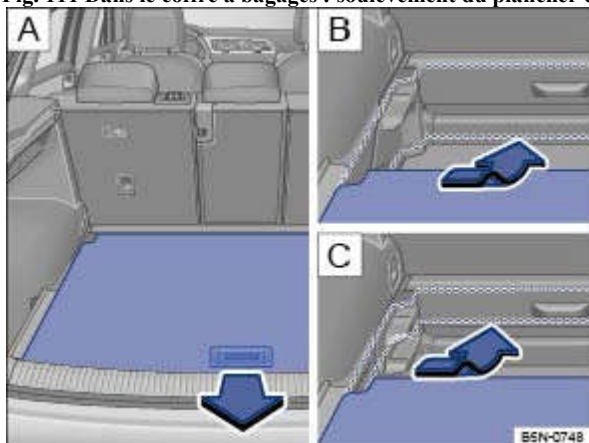

Fig. 112 Dans le coffre à bagages : réglage en hauteur du plancher de coffre à bagages (en fonction de l'équipement du véhicule)
- Soulevez le plancher de coffre à bagages puis tirez-le vers l'arrière pour l'extraire des guidages sur les côtés du coffre à bagages → Fig. 112 .
- Engagez le plancher de coffre à bagages dans les guidages à la hauteur souhaitée et poussez-le vers l'avant jusqu'en butée → Fig. 112 .